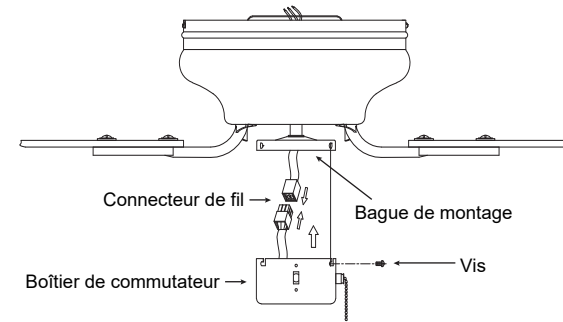

Fig. 11
Étape 1. Tout en maintenant le boîtier de commutateur sous votre ventilateur de plafond, rapprochez les connecteurs de fil carrés. Un du ventilateur et un du boîtier de commutateur (**Fig. 11**).
Étape 2. Poussez soigneusement tous les fils dans le boîtier de commutateur. Fixez le boîtier de commutateur sur la bague de montage avec les vis (fournies). Assurez-vous que les vis sont serrées fermement (**Fig. 11**).